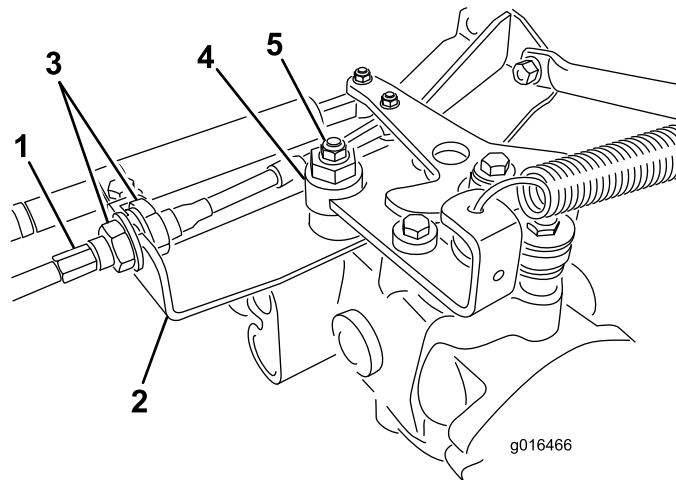

Figura 46
- A. Afloje las dos contratuercas que fijan el cable de control de tracción a la escuadra del hidrostato (Figura 46). Asegúrese de aflojar ambas contratuercas uniformemente, y lo suficiente como para permitir el ajuste.
Nota: Afloje la tuerca que sujeta el excéntrico a la parte superior del hidrostato (Figura 46).
- E. Cuando la rueda deje de girar, apriete la tuerca para bloquear el excéntrico y el ajuste (Figura 46).
- G. Desde cada lado de la escuadra, apriete las contratuercas uniformemente, fijando el cable de tracción a la escuadra (Figura 46). No tuerza el cable.